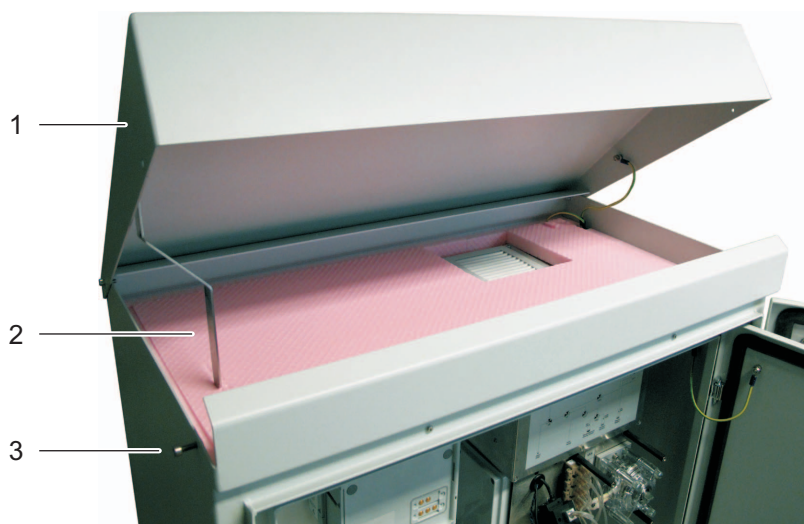

Abb. 5-6: Gehäusedeckel öffnen
- 2** Klappen Sie den Gehäusedeckel nach oben und fixieren Sie ihn mit der Stütze. Siehe Abb. 5-6, 83.